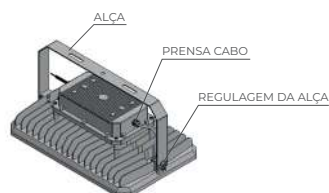

Figura 01
- Coloque o parafuso no orifício da alça de fixação para a regulagem de ângulo desejada, aperte-o utilizando uma chave Allen M5. Veja figura 01 e 02.
- Utilize uma haste para fixação com comprimento de rosca M8 mínimo de 18 mm, utilize trava rosca. Fixe ao teto ou a estrutura metálica. Veja figura 01.